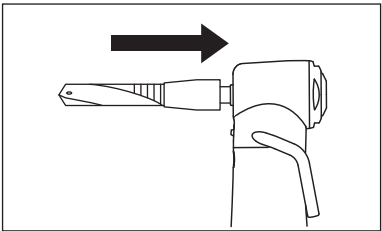

Рис. 3
- 3) Немного надавите на бор внутрь до характерного щелчка фиксирующего механизма, означающего правильную установку бора. (Рис. 3)